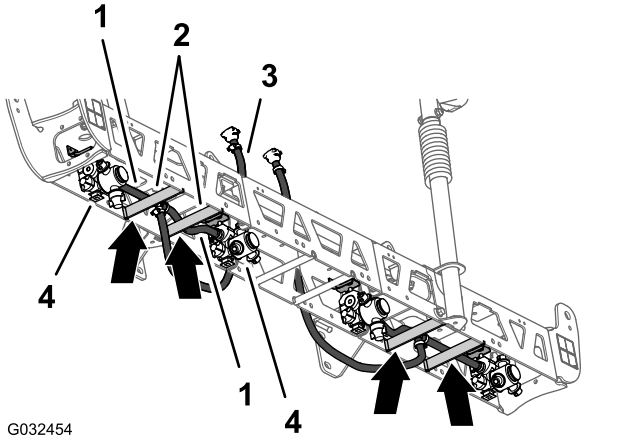
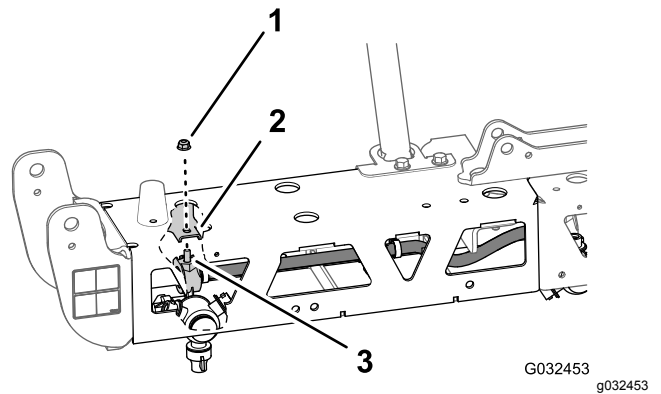

Figure 59
Figure 60
1. Faites passer l'ensemble flexibles (13 mm) et buse entre les raidisseurs du cadre en treillis extérieur (Figure 59).
2. Faites passer le flexible et la buse au-dessus du raidisseur de cadre en treillis et vers l'extérieur vers le support de buse extérieur (Figure 59).
3. Insérez le boulon à tête hexagonale (5/16" x 3/4") de la buse de pulvérisation dans le trou du support de buse et fixez légèrement la buse sur le support avec un contre-écrou à embase (5/16") du kit de finition du système de pulvérisation GeoLink (Figure 60).
4. Faites passer l'autre ensemble flexible (13 mm) et buse entre les raidisseurs du cadre en treillis extérieur (Figure 59).
5. Faites passer le flexible et la buse au-dessus du raidisseur de cadre en treillis et vers l'intérieur vers le support de buse intérieur (Figure 59).
6. Insérez le boulon à tête hexagonale (5/16" x 3/4") de la buse de pulvérisation dans le trou du support de buse (Figure 60) et fixez légèrement la buse sur le support avec un contre-écrou à embase (5/16") que vous avez retiré aux opérations 1 et 4 de Dépose des buses de pulvérisation \(page 27\).
8. Acheminez le flexible et le raccord cannelé (13 x 810 mm) vers le côté de la section de pulvérisation centrale avec les pattes de support gauche et droite (Figure 59).
9. Répétez les opérations 1 à 8 pour l'autre ensemble flexible et buse sur l'autre cadre en treillis extérieur (Figure 59 et Figure 60).